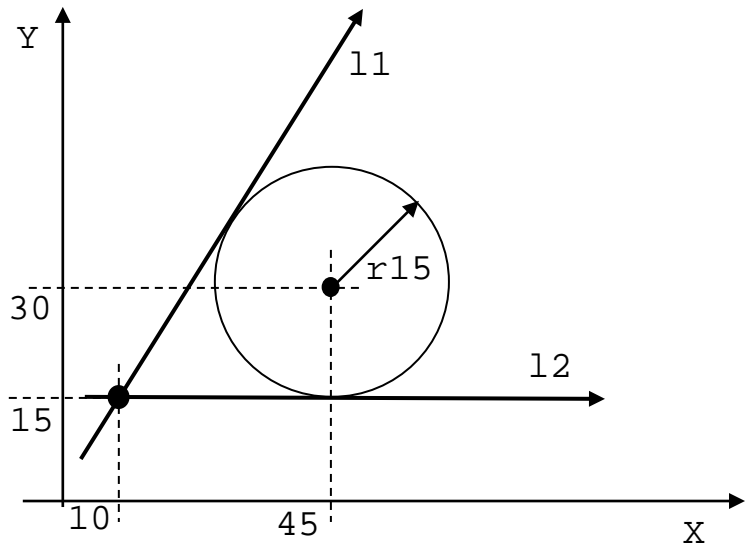

Рисунок 2.62
- прямая, касательная к окружности и проходящая через точку (рисунок 2.62):